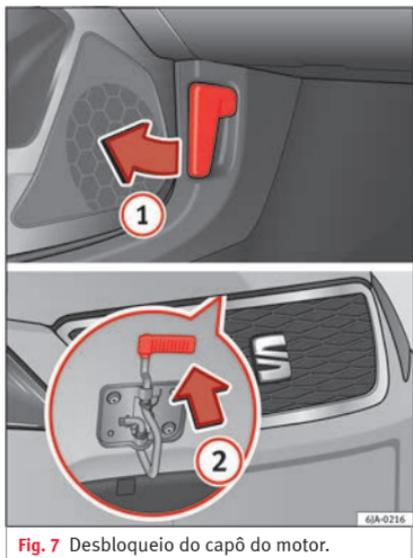

Fig. 7 Desbloqueio do capô do motor.
- Abrir o capô: puxe a alavanca existente por baixo do painel de instrumentos »» Fig. 7 ①.
- Levantar o capô: faça pressão para cima sobre a saliência situada debaixo do capô »» Fig. 7 ②. O gancho de fixação fica desbloqueado.